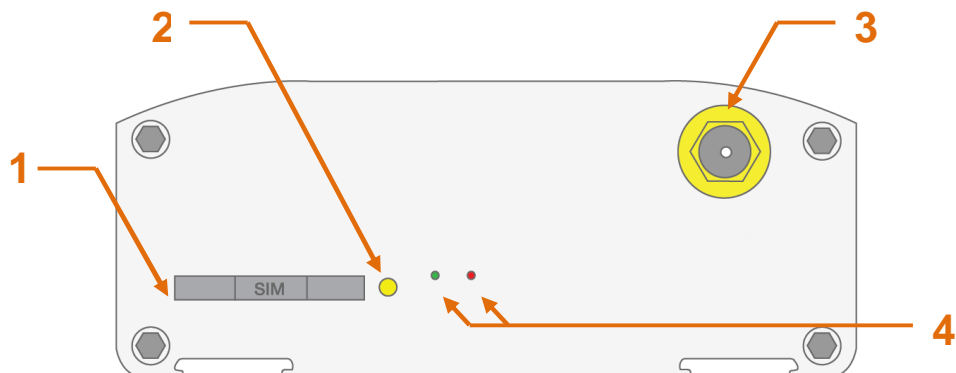
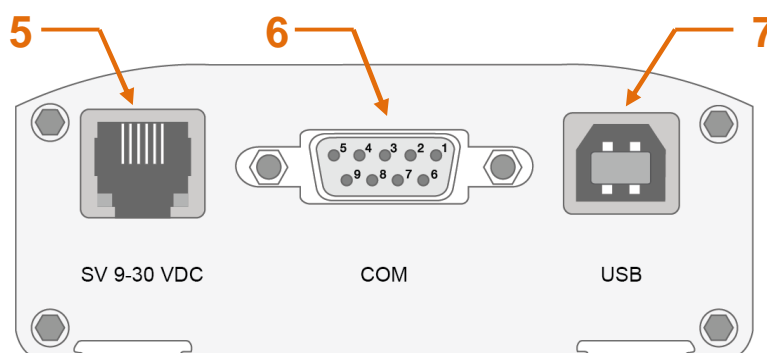

Рис. 2.1. Вид со стороны SIM-карты
Рис. 2.2. Вид со стороны разъема питания
Модем TL11 представляет собой компактное устройство в алюминиевом корпусе. Внешний вид представлен на рис. 2.1 и рис. 2.2.
- достать SIM-лоток, нажав кнопку выталкивателя SIM-лотка (рис. 2.1);